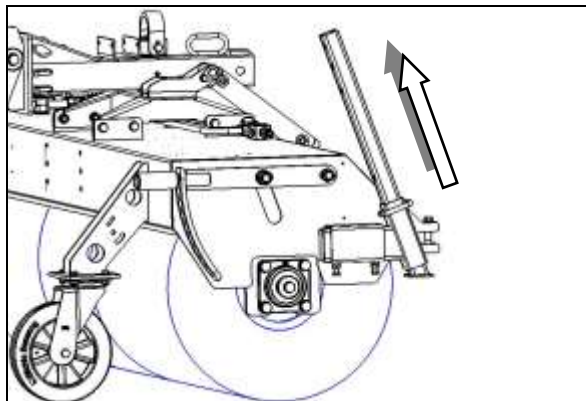

Fig. 4.12
- Ved en frifejende fejmaskine Plus 590, skal begge støttebenene (fig. 4.12) positioneres oppe og sikres med låseskruer.